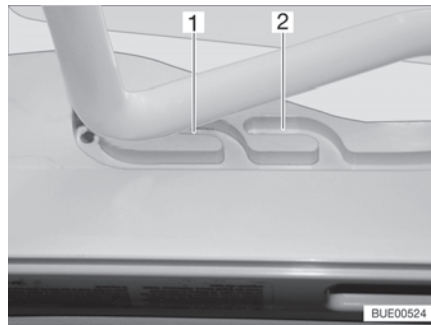
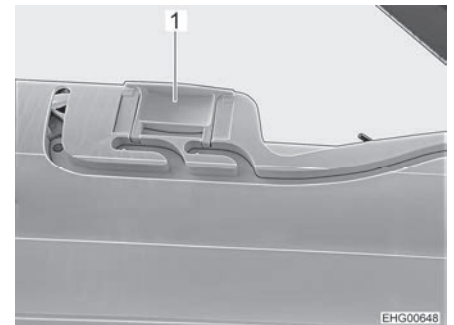

Fig. 55 Glissière (position de ventilation)
Fig. 56 Verrouillage (position de ventilation)
Il est possible d'amener le lanterneau Heki en deux positions de ventilation : Position pour mauvais temps (Fig. 55,1) et position intermédiaire (Fig. 55,2). Selon l'équipement, il est possible de verrouiller le lanterneau en position intermédiaire avec les deux verrous (Fig. 56,1) à gauche et à droite du cadre du lanterneau.
- Pousser légèrement l'étrier vers le haut, le pousser dans la glissière choisie (Fig. 55,1 ou 2) et le verrouiller si nécessaire.